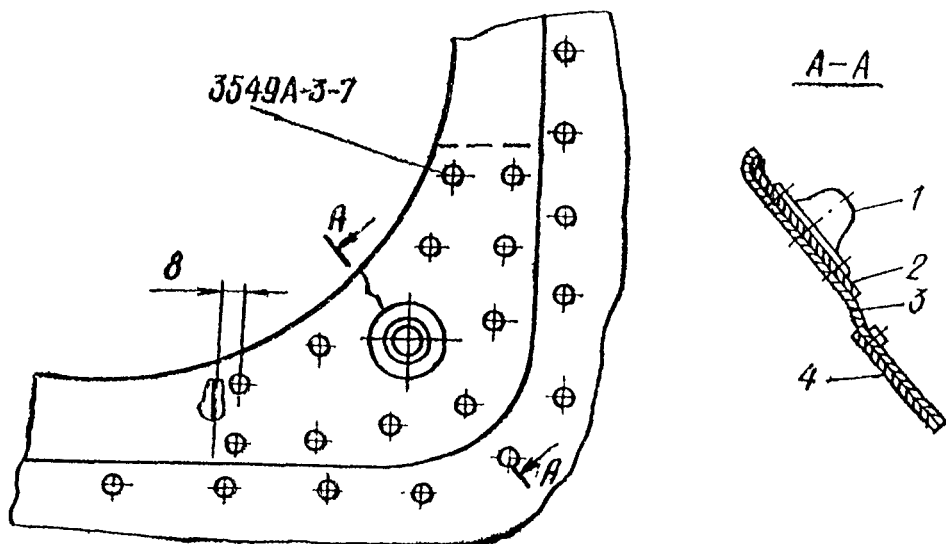

Рис. 4.9 Ремонт окантовки люка с трещинами.
9. При обнаружении трещин в окантовках люков ремонтируйте окантовки установкой накладки согласно рис. 4.9.